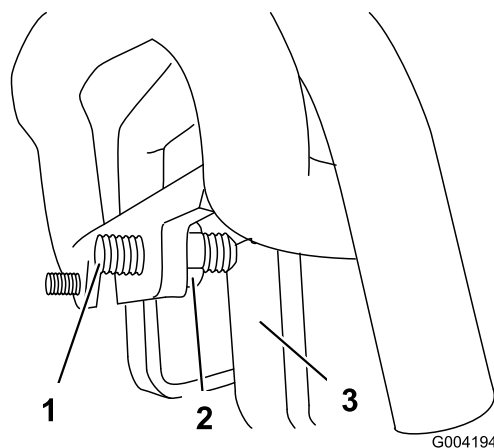

Figura 54
3. Si la unidad de tracción se desvía a la **izquierda**, afloje la contratuerca de la **derecha** y ajuste el tornillo de fijación de desplazamiento en la parte delantera del control de tracción (Figura 54).
4. Si la unidad de tracción se desvía a la **derecha**, afloje la contratuerca de la **izquierda** y ajuste el tornillo de fijación de desplazamiento en la parte delantera del control de tracción (Figura 54).